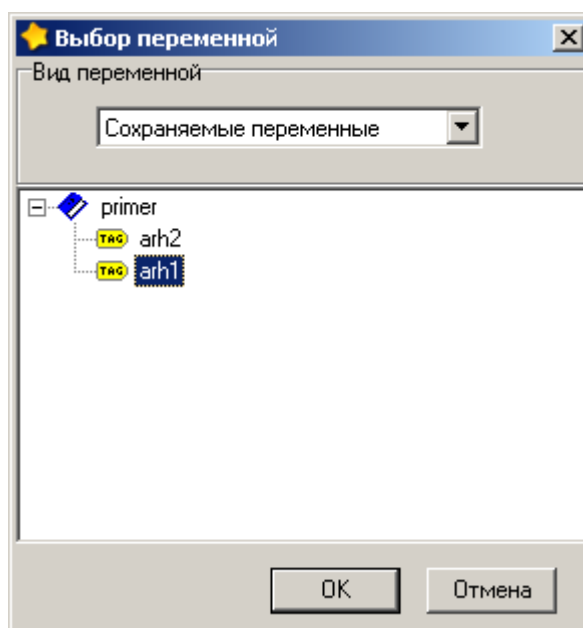

Рисунок 2.10 – Окно «Выбор переменной»
- в качестве SQL скрипта указать «Переменная», затем нажать на кнопку «...», появиться окно «Выбор переменной». Выбрать переменную, значение которой необходимо передавать в HDA-клиент (Рисунок 2.10).